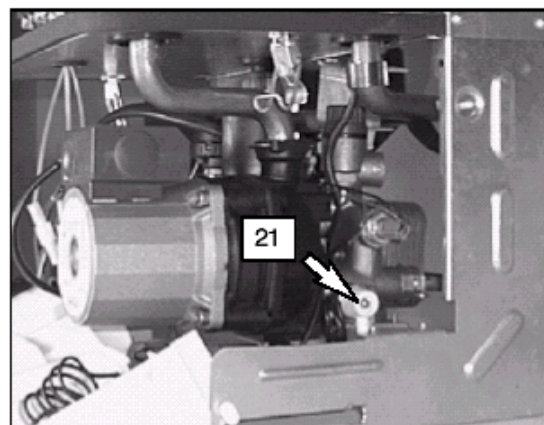

Fig. 9.4.
2. Abrir a torneira de esvaziamento do circuito primário 21, na fig. 9.4.